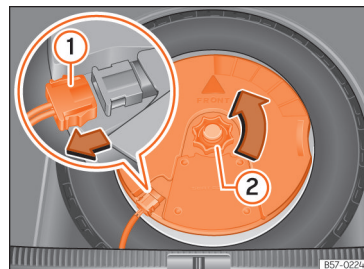

Fig. 242 În portbagaj: demontați subwooferul.
- Deconectați cablul difuzorului subwoofer »» fig. 242 ①.
- Rotiți roata de asigurare în sens antiorar »» fig. 242 ②.